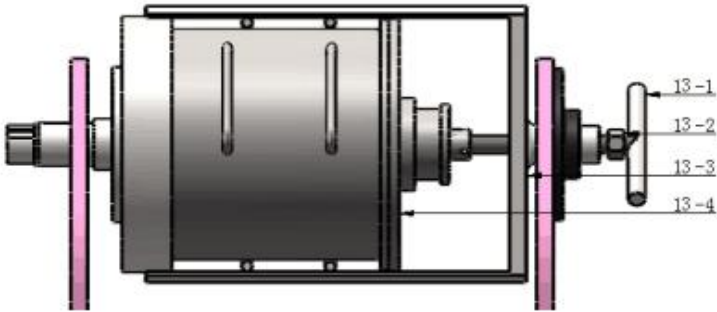

图 13 卧式行星球磨机磨罐座及顶紧装置示意图
- ① 设备高速运行 3 分钟后请打开机盖，检查（图 13）锁紧装置是否有松动，如出现松动，应重新锁紧，没有松动请调回实需转速；
- ② 变频器显示转速为自转转速；
- ③ 转速越高不一定代表球磨效果越好，转速过高将加快设备机械部件磨损，缩短设备使用寿命，建议用户根据物料实际需要，尽量降低球磨转速；
- ④ 设备运行过程中，使用者应加强设备巡检，一旦发现设备运行异常，请及时停机检查。